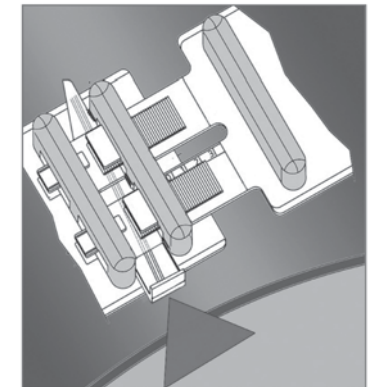

Fig. 7
7. Battere con un martello sulle estremità dei cunei in modo uniforme, fino al perfetto serraggio del collare sul tubo di linea (**vedi Fig. 7**).
Work on the end of each grip wedge by a simple hammer, in a continuous way, module by module, till reaching the perfect tightening of the complete ring onto the pipe (see Fig. 7).